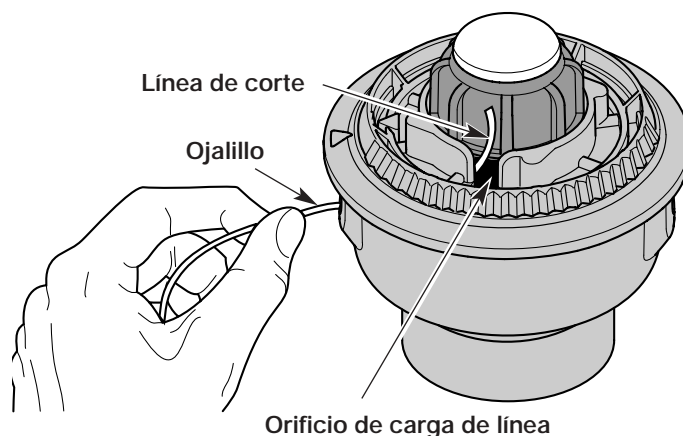

Fig. 42
3. Saque la línea vieja por los orificios de carga y de cierre de línea (Fig. 42 y 43).
4. Inserte una pieza de línea de corte dentro de uno de los ojalillos de la bobina exterior. Páselo hacia arriba a través del orificio de carga del carrete interior (Fig. 42). No doble la línea al insertarla en el ojalillo.